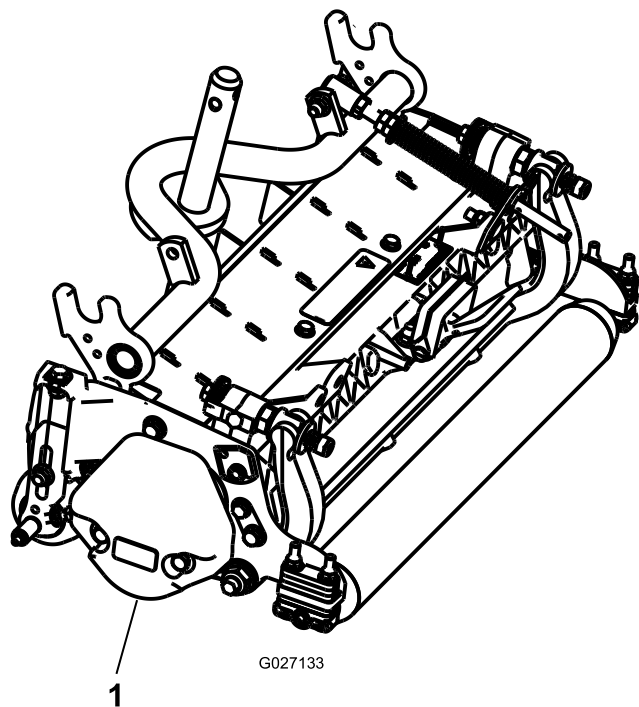

Bild 7
3. Stellen Sie sicher, dass das Gegengewicht (**Bild 7**) am richtigen Ende des Mähwerks montiert ist, wie in der *Bedienungsanleitung* des Mähwerks beschrieben.